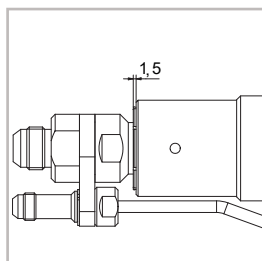

Figure 8
Attention : observez la bonne position des mâchoires de serrage dans le corps d'accouplement (pos. 1). Les mâchoires de serrage doivent sortir du corps d'accouplement (pos.1) de 1,5 mm maximum (*Figure 8*). Si les mâchoires de serrage dépassent de plus de 1,5 mm, envoyez le produit WEH® à WEH.